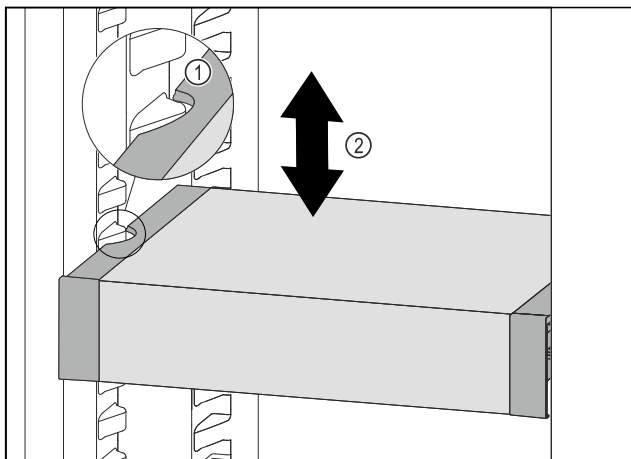

Fig. 116
- ▶ Predal VarioSafe povlecite v smeri naprej, dokler nista stranska izreza predala VarioSafe na višini nastavka za posodo v hladilniku. Fig. 116 (1)
- ▶ Predal VarioSafe premikajte v hladilniku gor ali dol, dokler ne dosežete želene višine. Fig. 116 (2)